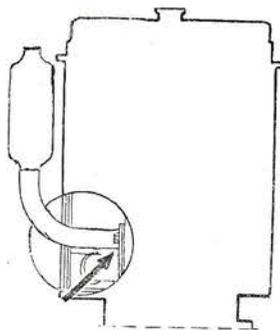

Рис. 15
14. Надеть на шпильки прокладку и поставить на цилиндр выхлопное колено с глушителем (рис. 15). Предварительно тщательно очистить глушитель от нагара и сажи. Ключом 14 мм завернуть две гайки крепления колена глушителя.